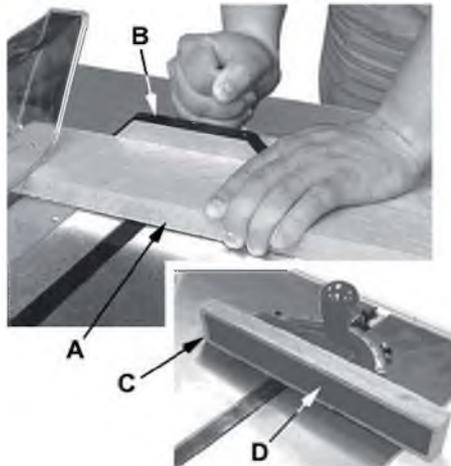

Рис. 32
- Поперечний розпил – це розпил, під час якого оброблювана деталь (А, Рис. 32) подається поперек пиляльного диску за допомогою інструменту для розпилу під кутом (В, Рис. 32) для підтримки та правильного розташування деталі.
- Для покращення ефективності інструменту для розпилу під кутом в операції поперечного розпилу, закріпіть допоміжну дерев'яну заготовку (С, Рис. 32) з приклеєною стрічкою шліфувального паперу (D, Рис. 32) до куткового вимірювача.